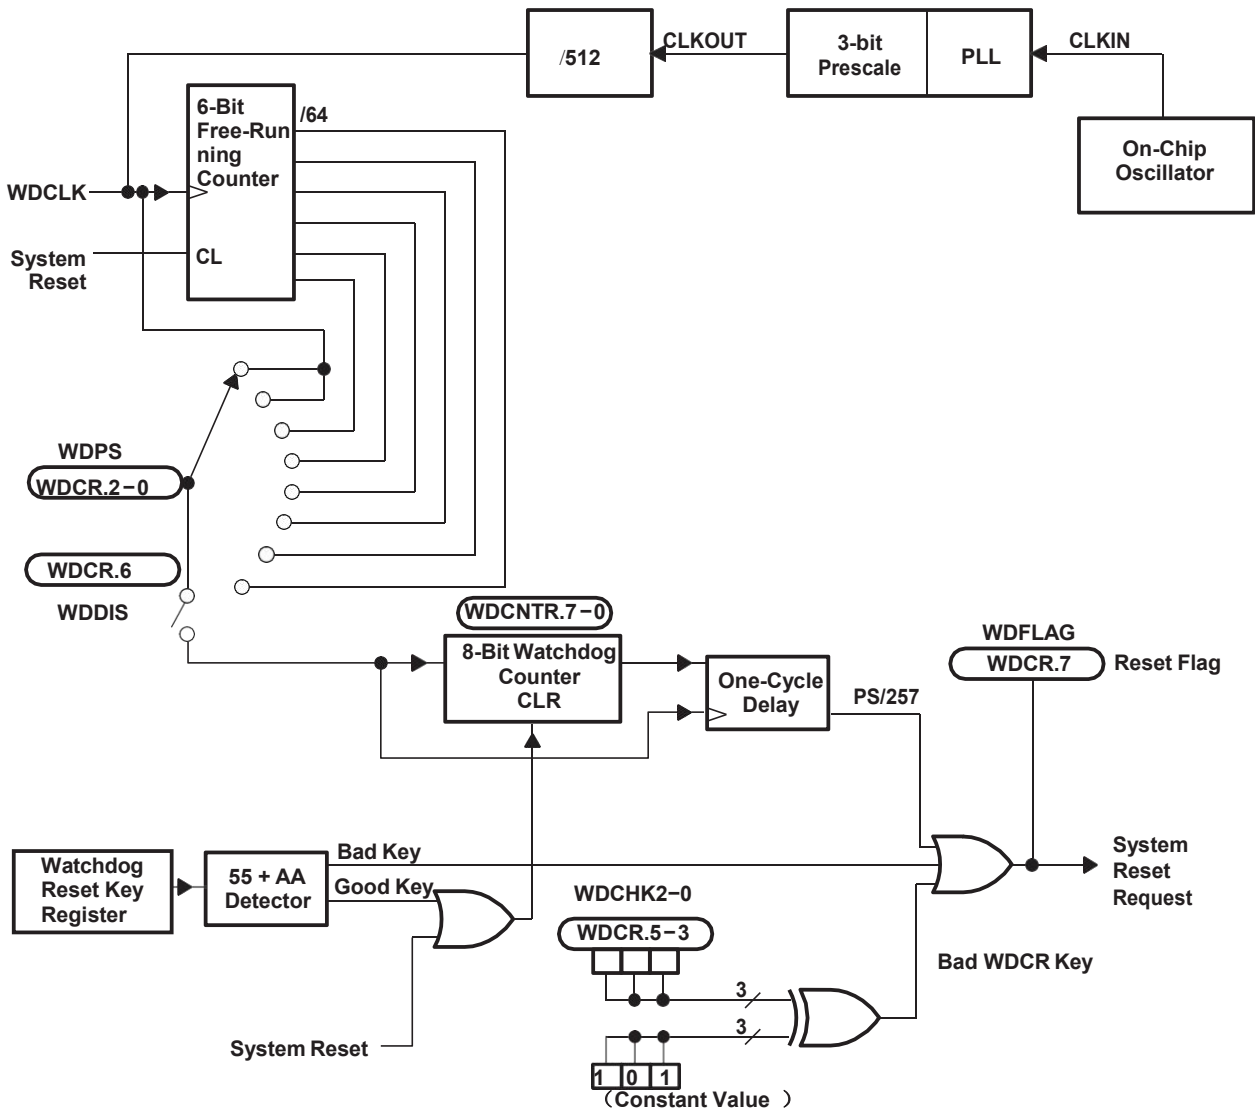

图 9-1 WD 模块的框图
ADP16F03 片内有看门狗 (WD) 定时器模块。如果设备没有定期通过软件写入正确的密钥来监视软件和硬件的操作, 该模块的 WD 功能就会生成一个系统复位信号。WD 定时器独立于 CPU 工作, 它不需要任何 CPU 初始化功能。当发生系统复位时, WD 定时器默认设置为最高速率 (WDCLK 信号= CLKOUT / 512)。一旦内部解除复位, CPU 开始执行代码, WD 定时器开始递增。这意味着, 为了避免过早复位, WD 设置应该在上电复位的早期进行。有关 WD 模块的框图, 请参见图 9-1。WD 模块功能包括以下内容: